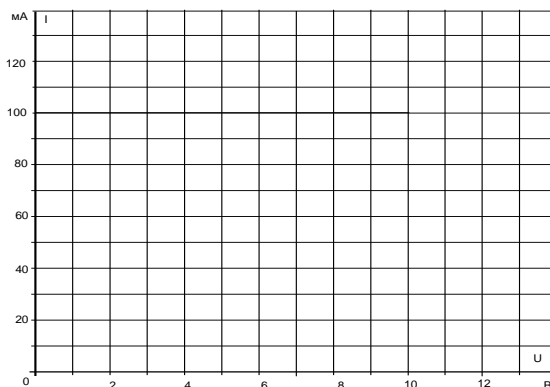

Рисунок 1.4. Графики и зависимости $U(I)$
- Перенесите данные табл. 1.2 на график (рис. 1.4) и зависимости $U(I)$ при трёх значениях сопротивления.